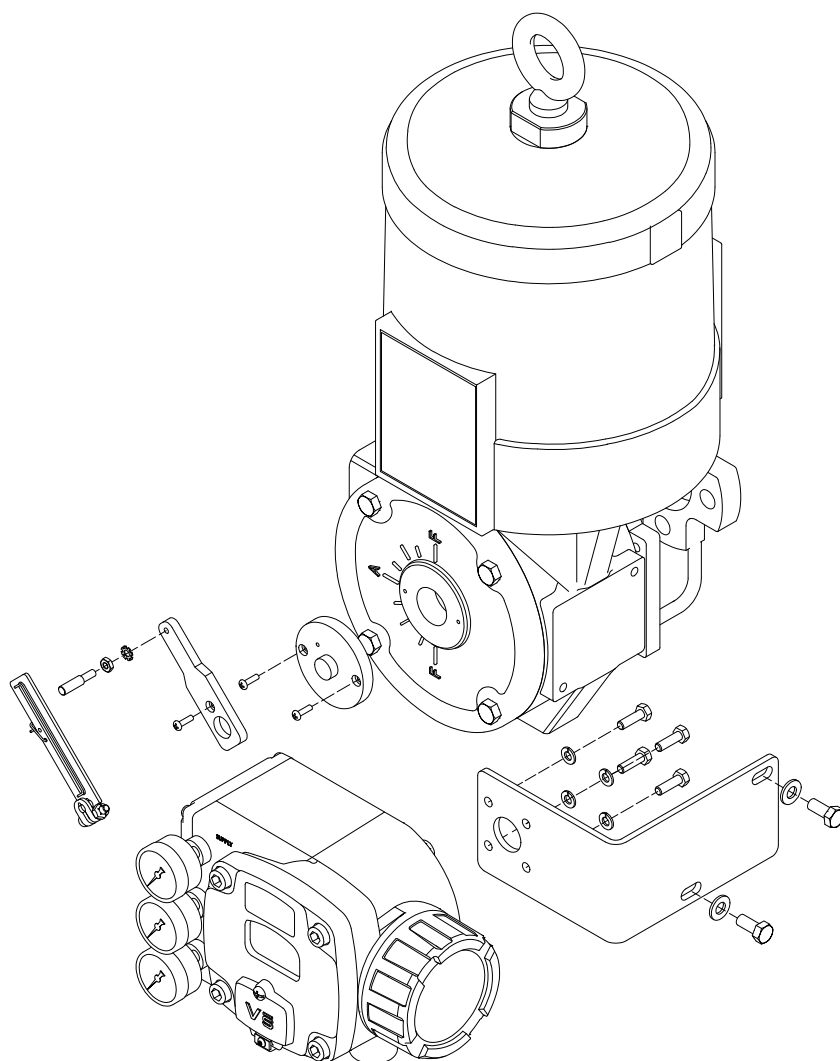

Figura 14 – Montagem do posicionador Chronos no atuador rotativo das válvulas EXL (configuração ar-para-fechar / falha-abre)
- Instale o posicionador no suporte em “L”, que é fixado na caixa de transferência do atuador (vide Figura 14), apertando os quatro parafusos que fixam o posicionador no suporte. Não se esqueça de utilizar as quatro arruelas de pressão.